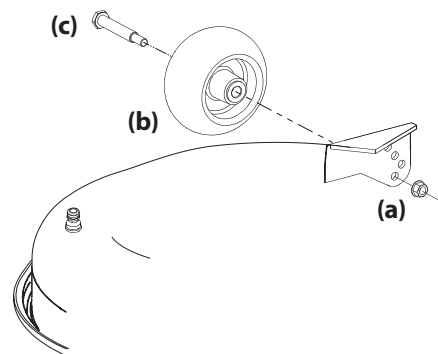

Figure 2-8
- a. Retirez l'écrou autobloquant (a) qui sert à retenir un des boulons à épaulement (c) de la roue de jauge avant (b) au plateau de coupe. Enlevez la roue de jauge (b) et le boulon à épaulement (c). Voir Figure 2-8.